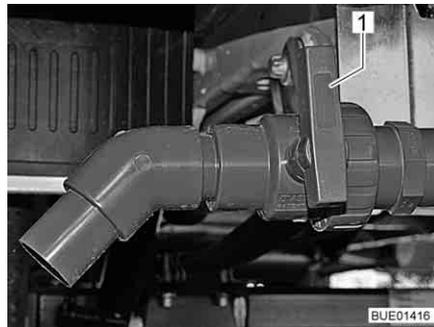

Bild 203 Ablasshahn
- Griff (Bild 203,1) des Ablasshahns in Fließrichtung drehen.